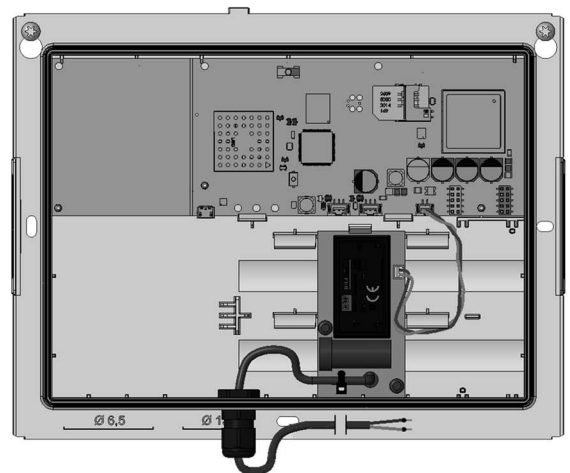

Fig. 4: Vista interior de la concentrador
- En la parte inferior izquierda de la carcasa del concentrador, hay dos grandes pasamuros sellados que pueden utilizarse para instalar la conexión roscada (véase la Fig. 4). Coloque el destornillador en el pasamuro sellado deseado y empuje a través de la junta.
- Retire la tuerca hexagonal de la unión roscada e introduzca la unión roscada desde el exterior a través del casquillo abierto. Vuelva a enroscar la tuerca hexagonal en la rosca. Apriete ligeramente con una llave fija (15). En caso necesario, contra apriete con una segunda llave fija (15).
- Inserte el borde delantero de la tarjeta de alimentación en el hueco situado en el interior de la carcasa (consulte la Fig. 4 para ver la posición de la tarjeta). Encaje la placa en los ganchos de enclavamiento.